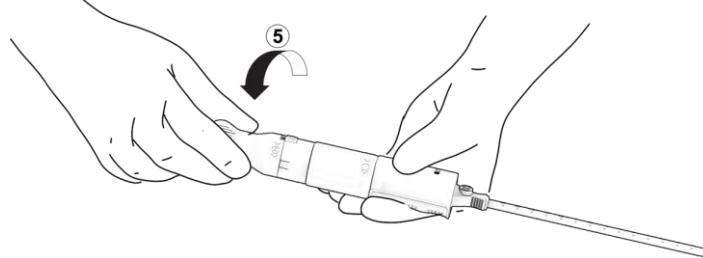

Abbildung 16. Freisetzen des Implantats
- a. Die freie Hand auf die mit „5“ markierte Entriegelungsnocke legen und diesen Griffteil um 90° teilweise in die auf dem Gerät angezeigte Richtung bis zu den ersten Ausrichtungsmarkierungen drehen. Abbildung 16. Das Implantat befindet sich jetzt in der voll entfalteten Konfiguration, aber es ist noch an dem Griff des Geräts befestigt.